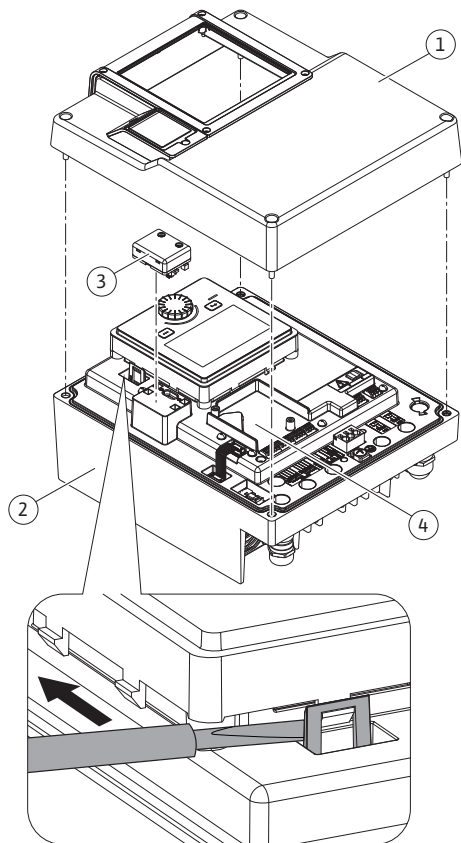
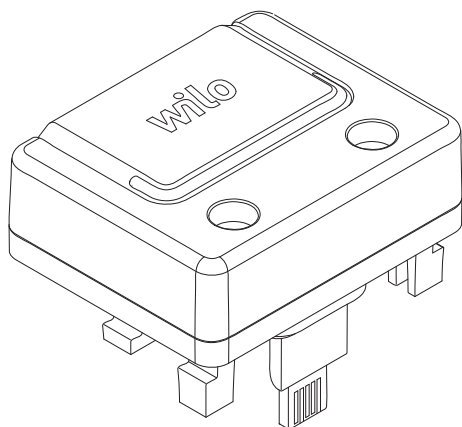

Fig. 25: Elektronikos modulis
Fig. 26: Wilo-Smart Connect BT modulis
1. Atsargiai įrankiu (Fig. 25) nuimkite spragtukinį kabliuką (pvz., atsuktuvu).
„Wilo-Smart Connect“ modulio „Bluetooth“ sąsaja (Fig. 25, poz. 3 ir Fig. 26) naudojama prijungti mobiliems įrenginiams arba planšetiniams kompiuteriams. „Wilo-Assistant“ programėlėje yra „Wilo-Smart Connect“ funkcija. Naudojant „Wilo-Smart Connect“ funkciją, siurbį galima valdyti, reguliuoti ir nuskaityti jo duomenis. Norėdami rasti nustatymus. Žr. skyrių „Eksploatacijos pradžia“ [► 47].
1. Atlaisvinkite keturis elektronikos modulio viršutinės dalies varžtus (Fig. 25, poz. 1; Fig. I, poz. 2).
3. Įdėkite „Wilo-Smart Connect“ BT modulį į norimą „Wilo-Connectivity“ sąsają. Žr. Fig. 25, poz. 3.
CIF moduliai (priedai) naudojami ryšiui palaikyti tarp siurblių ir pastato valdymo sistemos. CIF moduliai yra jungiami į elektronikos modulį (Fig. 25, poz. 4)